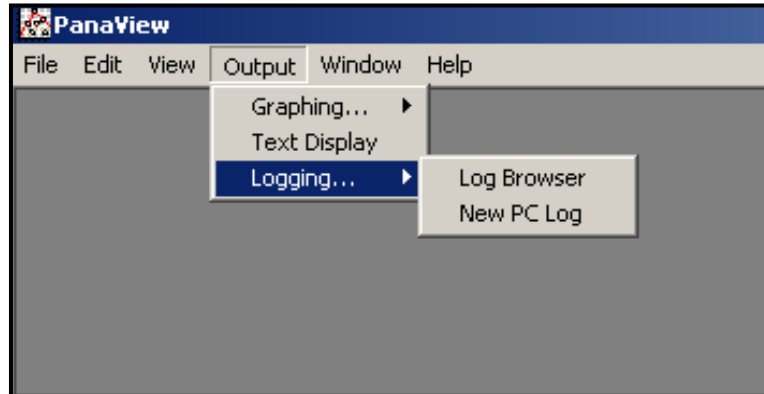

Figure 24: Log Browser dans l'option de journalisation
1. Depuis PanaView, cliquez sur l'option Logging dans le menu Output . Cliquez ensuite sur l'option Log Browser , comme indiqué dans Figure 24.